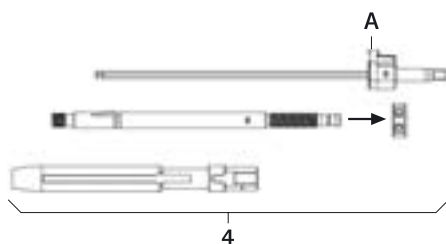

Abb. 1
- Repositionshebel 4 demontieren, siehe Abb. 1: